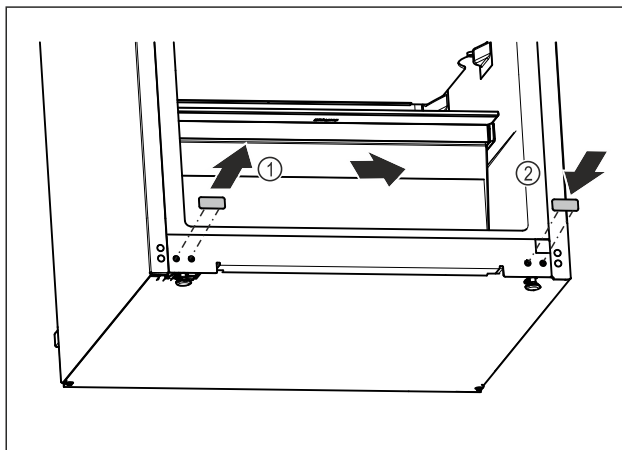

Fig. 17
- ▶ Издърпайте покриващата тапа. Fig. 17 (1)
- ▶ Поставете покриващата тапа от другата страна. Fig. 17 (2)